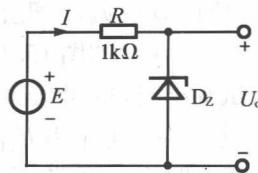

图 15.12
15.2.6 如图15.12所示电路中,已知稳压管2CW17的参数为: $U_z = 10V$,稳定电流为 $5mA$,额定功耗 $P_z = 250mW$ 。试求电压源 E 分别为 $8V$ 、 $18V$ 、 $-6V$ 时的 U_o 和电流 I 的大小各为多少?为使电路正常稳压, E 的最大允许值为多大?